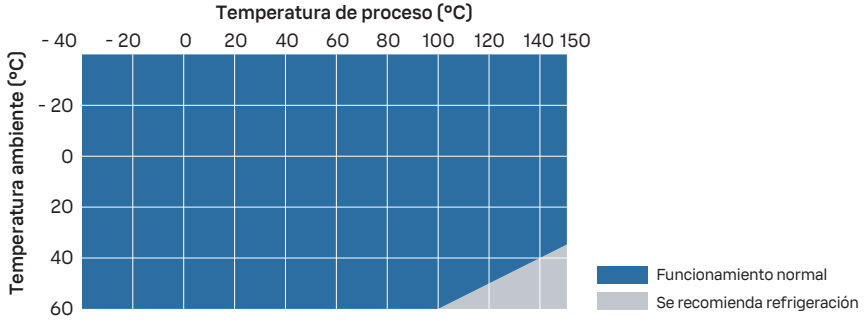

Figura 14 Temperatura de proceso y enfriamiento recomendado
- Use enfriamiento adicional de acuerdo con Figura 14 \(página 73\). Tenga en cuenta que los valores de la figura son indicativos. El enfriamiento requerido depende de la ubicación y del entorno de instalación.